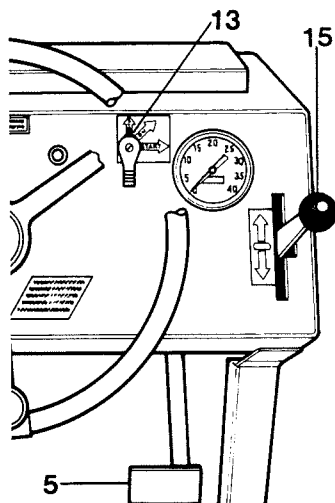

Fig. 8
- 2 Placer le levier de marche avant/arrière (15), fig. 8, en position neutre.
- 3 Serrer le frein de stationnement (2).
- 5 Tourner le contacteur de démarrage (13), fig. 8, en position ARRET.